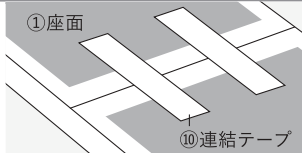

図1
- ⑨背板を①座面に、④六角レンチを使用して③六角ボルトで止めて下さい。(図1)